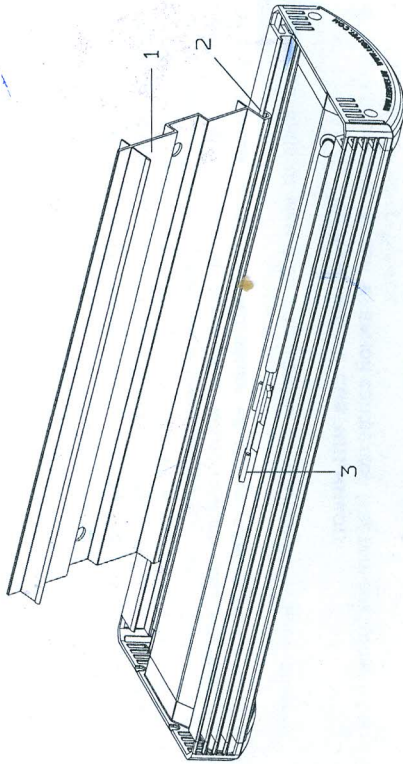

Рис. 2. Светильник с креплением.
- 8.1. Установить крепление 1 (рис. 2) на потолок или стене. Вставить светильник в паз 2 крепления.